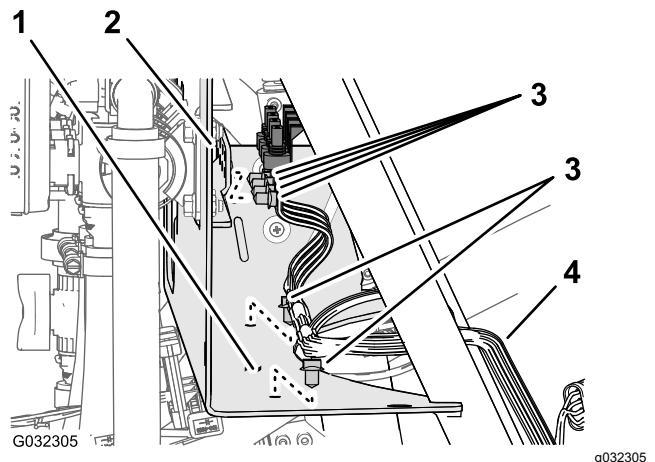

Рисунок 24
- Снимите вставные держатели, которые крепят задний жгут проводов к отверстиям в передней части и нижней плите крепления коллектора (Рисунок 24).